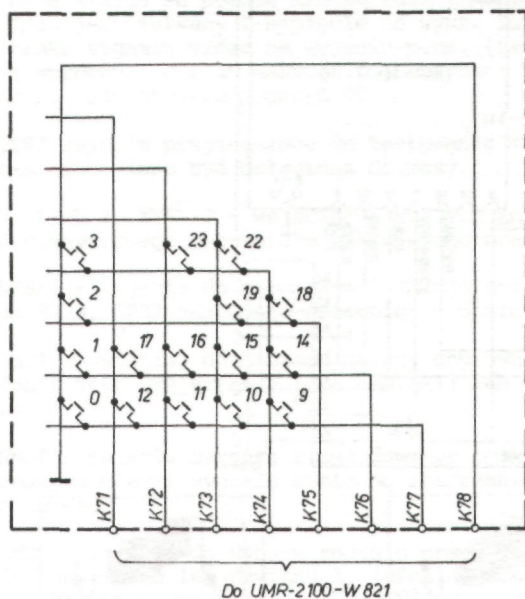

Rys.1. Schemat połączeń bloku regulacji.
- Rys.1. Schemat połączeń bloku regulacji.